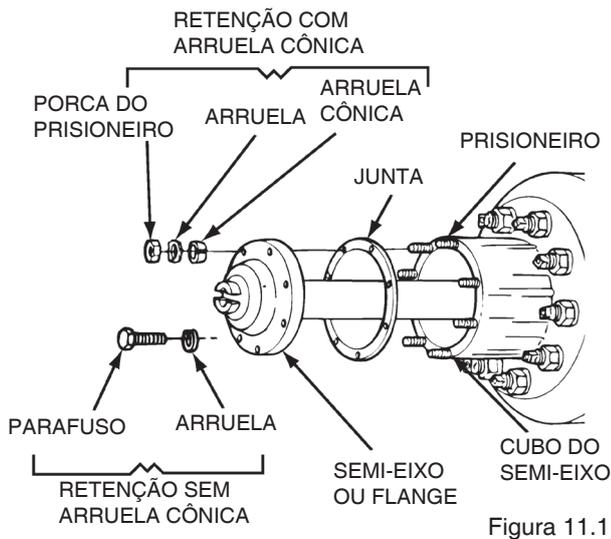

Figura 11.1
6. Remova as porcas dos prisioneiros ou parafusos e arruelas da flange do semi eixo. Figura 11.1.
7. Solte as arruelas cônicas, se usadas, do flange do semi-eixo. Figura 11.1.
9. Remova as arruelas cônicas, junta, se usada, e os semi-eixos, do conjunto de eixo. Figura 11.1.
5. Instale a junta, se usada, e o semi-eixo na carcaça do eixo e no diferencial no mesmo local de onde foi desmontado. A junta e o flange do semi-eixo deverão estar faceados com o cubo de roda. Gire o semi-eixo ou o eixo cardan conforme necessário para alinhar os entalhados e os furos no flange do semi-eixo com os prisioneiros no cubo. Figura 11.1.